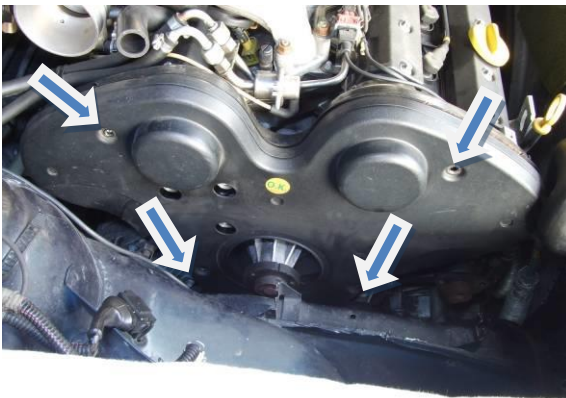

Figure 8
- Déposer le carter de distribution en plastique (4 vis Torx E10, Figure 8).